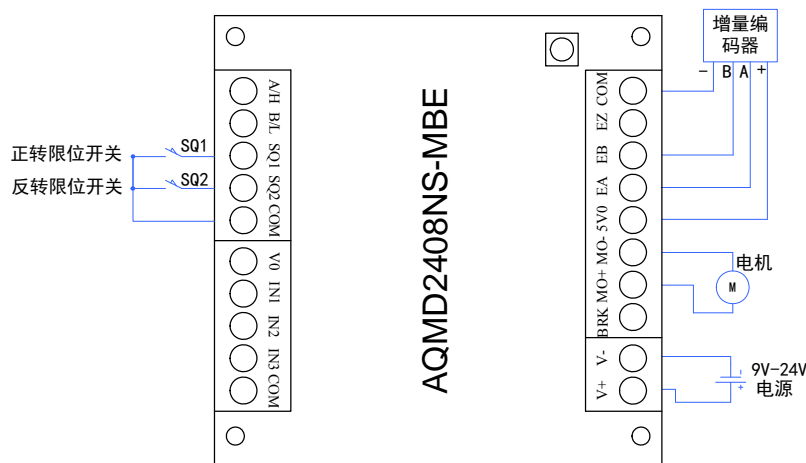

图 5.92 行程学习的接线方法
- 1) 断掉驱动器电源，确保电源、上位机、电机及电机编码器与驱动器已正确连接，如图 5.92 所示；